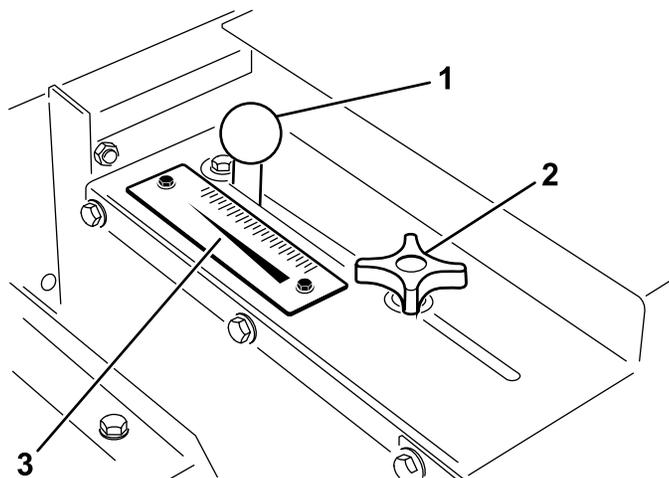

Рисунок 20
1. Ослабьте фиксирующую ручку (Рисунок 20) настолько, чтобы ее можно было свободно перемещать в пазу.
2. Установите ручку затвора (Рисунок 20) в необходимое положение и затяните фиксирующую ручку, чтобы зафиксировать регулировку.
Для определения требуемой интенсивности подачи используйте шкалу расхода (Рисунок 20). См. Норма внесения песка \(страница 20\).